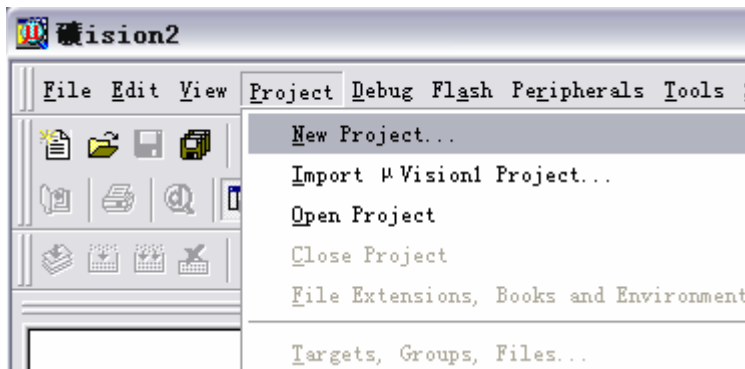
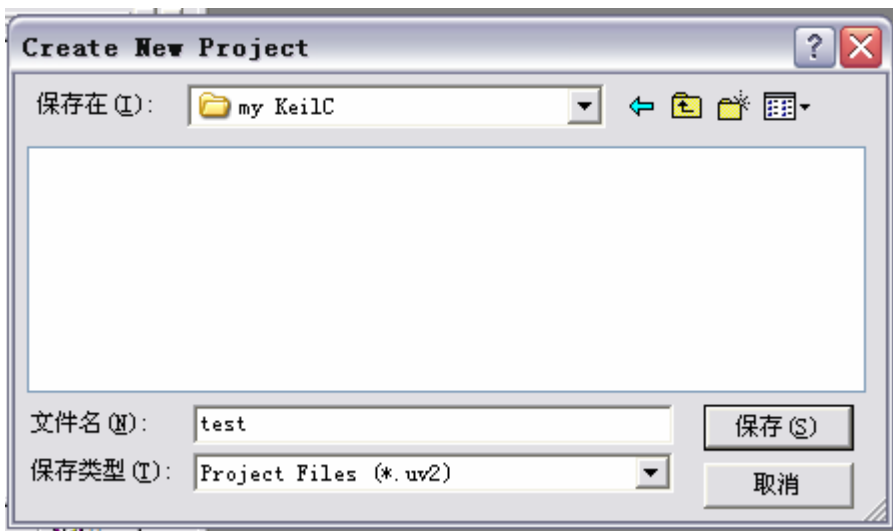
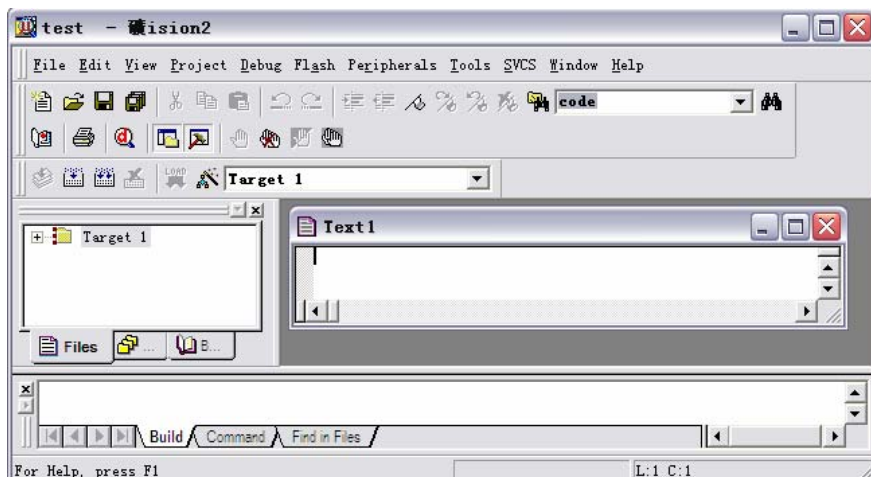
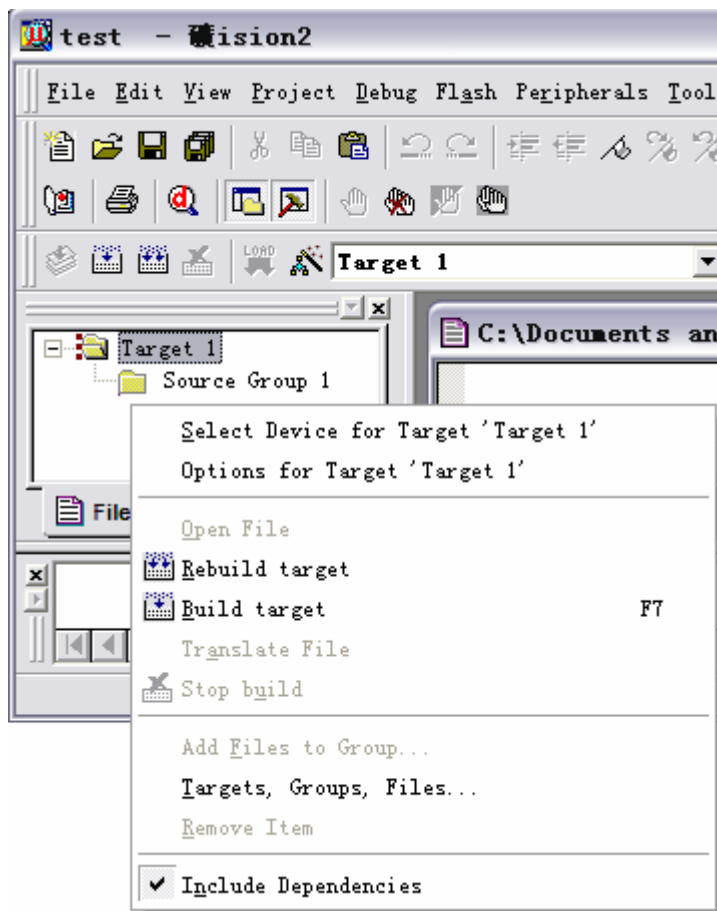

图 1-4
图 1-5
图 1-9
图 1-10 把文件加入到项目文件组中
2) 点击Project 菜单， 选择弹出的下拉式菜单中的New Project ， 如图1-4。接着弹出一个标准Windows 文件对话框， 如图1-5。
在“保存在”里选择一个合适的路径，或者创建一个合适文件夹，以方便将来编写的代码文件都保存在这里。图 1-5 创建了一个“my KeilC”的文件夹。然后在“文件名”中输入 C 程序项目名称，这里我们用“test”。“保存”后的文件扩展名为 uv2 ， 这是 KEIL uVision2 项目文件扩展名，以后我们可以直接点击此文件以打开先前做的项目。如图 1-5。
KEIL 中有一些程序的 Demo（范例程序），在这里我们以一个汇编程序为例介绍如何新建一个 ASM 程序以及如何添加到你的项目中。点击图 1-8 中工具栏中的  按钮（新建文件的快捷按钮）。在 1-8 中会出现一个新的文字编辑窗口，如图 1-9 所示这个操作也可以通过菜单 File New 或快捷键 Ctrl+N 来实现。
（4） 点击图1-9 中的 ，保存新建的程序，也可以用菜单File—Save 或快捷键 Ctrl+S 进行保存。因为是新文件所以保存时会弹出类似图1-5 的文件操作窗口，我们把第一个程序命名为test1.asm（手动添加后缀），保存在项目所在的目录中，这样KEIL 的asm语法检查会自动生效。如图 1-10 鼠标在屏幕左边的Source Group1 文件夹图标上右击弹出菜单，在这里可以在项目中增加减少文件等操作。我们选“Add File to Group ‘Source Group 1’” 弹出文件窗口1-11，在“文件类型（T）”选择如图所示的文件类型，则刚刚保存的文件 test1.asm就会出现,选中该文件,单击ADD 按钮，关闭文件窗，程序文件已加到项目